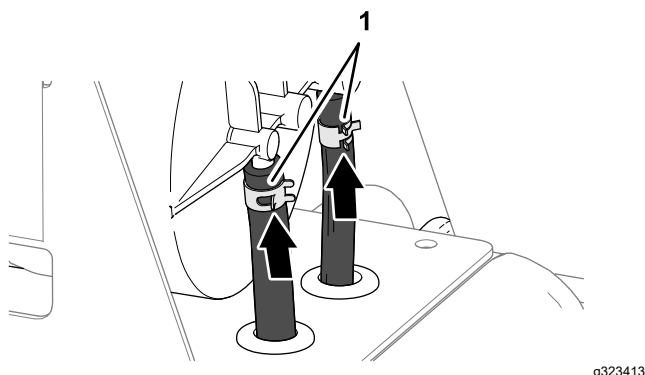

Figura 86
4. Sujete las mangueras a los acoplamientos con las abrazaderas (Figura 86)